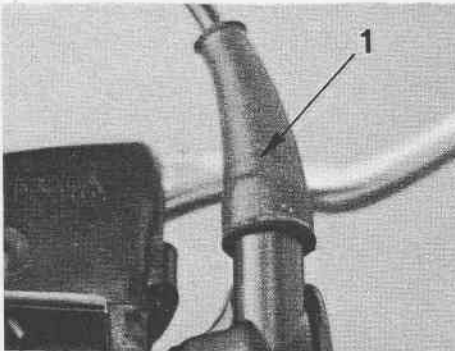

Fig. 16 - Comando gas
- sollevare il cappuccio di protezione 1 - Fig. 16